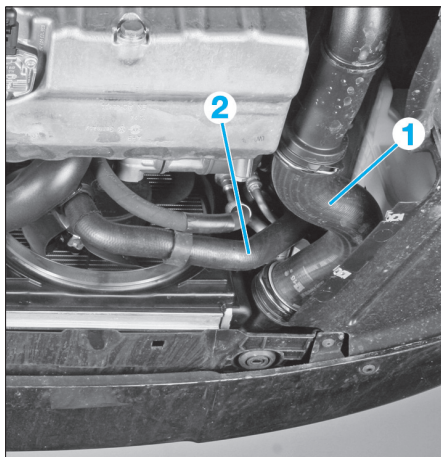

Fig. 32
- Moteurs 16V, déposer la durit d'air (1) (Fig.32).